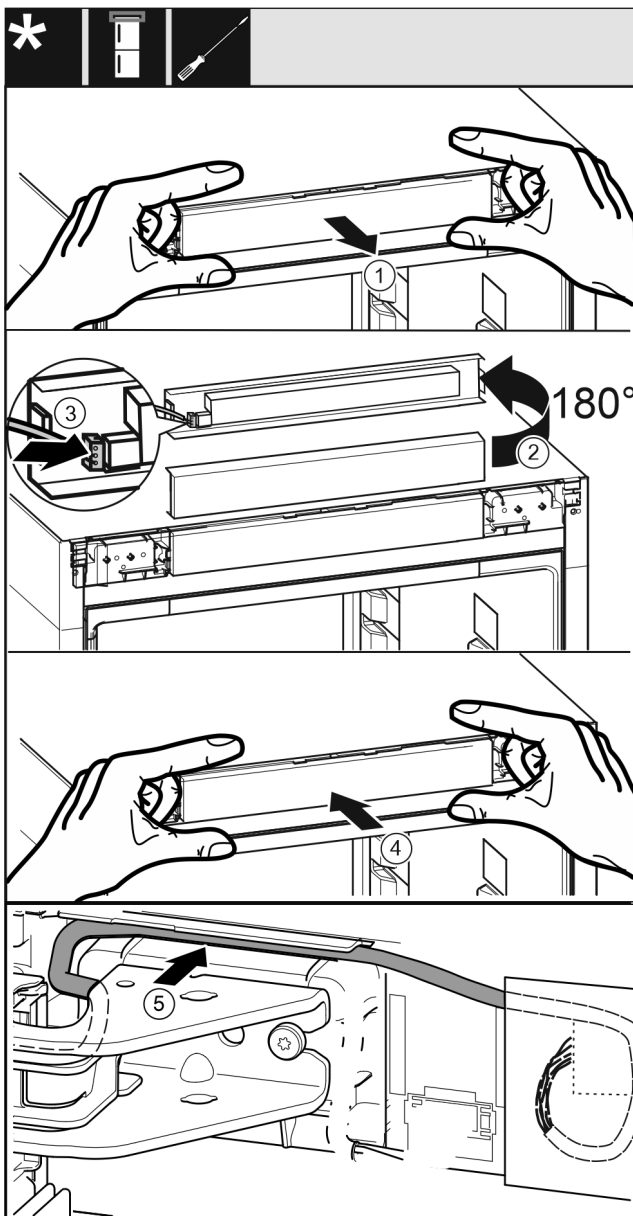

Fig. 62
- ▶ Óvatosan vegye ki a kezelőpanelt Fig. 62 (1).
- ▶ Fordítsa felfelé a kezelőpanelt Fig. 62 (2) 180°-kal.
- ▶ Pattintsa rá a dugót Fig. 62 (3) a kezelőelem paneljére.
- ▶ Pattintsa vissza a kezelőpanelt Fig. 62 (4) a készülékre.
- ▶ Vezesse el óvatosan a kábelt Fig. 62 (5) a felső csapágybak fölötti vezetősínben.